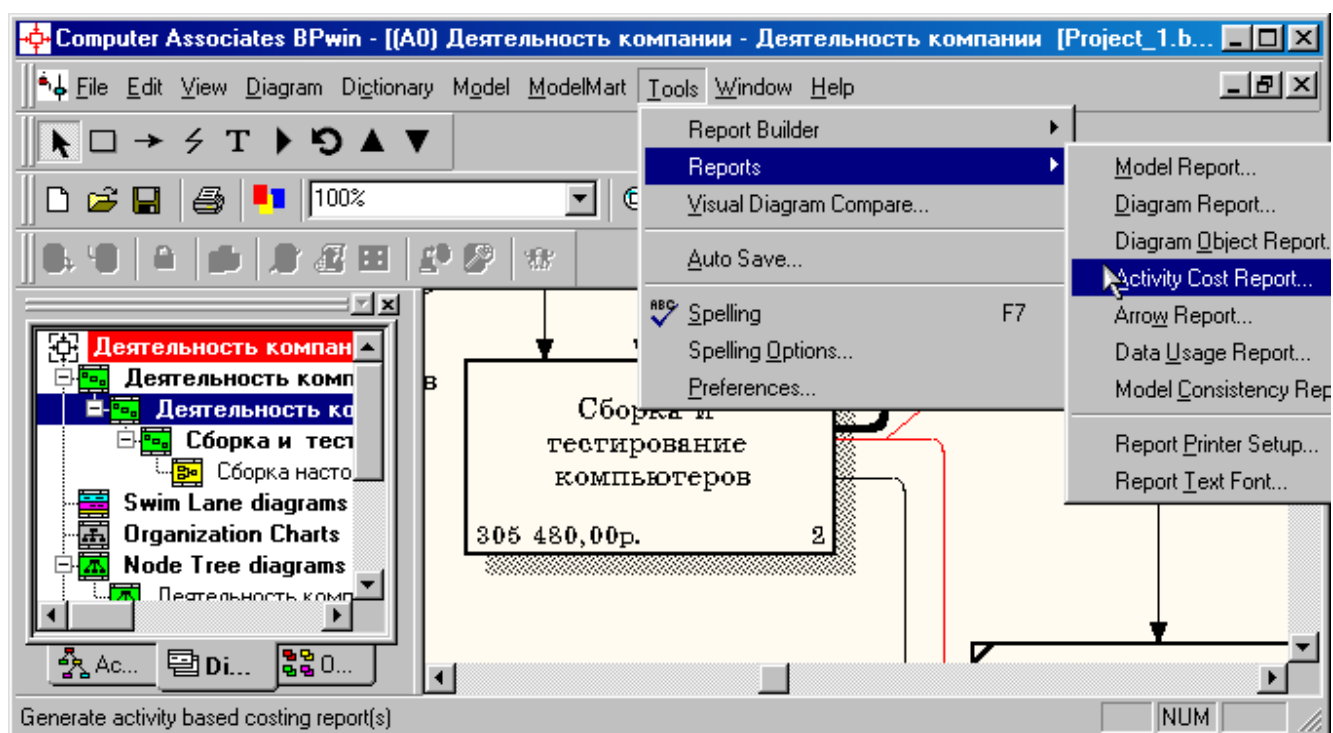

Рисунок 8.12 - Выбор опций меню для генерации отчета **Activity Cost Report**
- 4 Выбрав соответствующие опции меню (рисунок 8.12), сгенерируйте отчет **Activity Cost Report**.